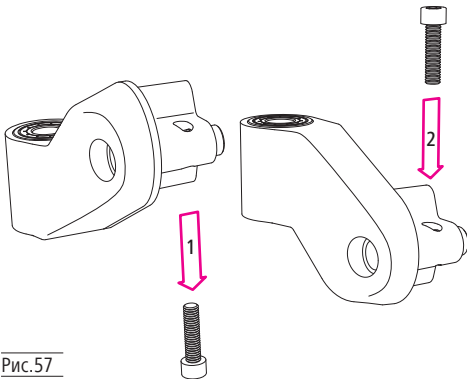
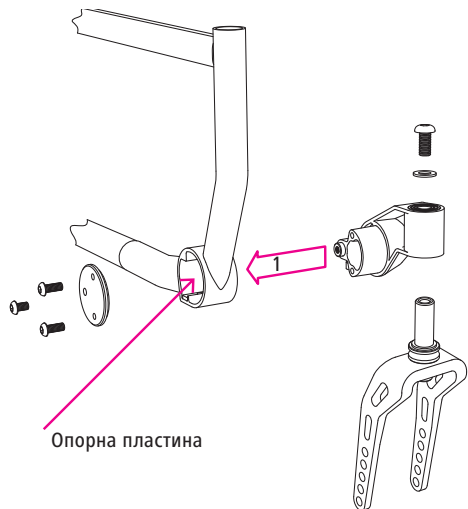

Рис.57
Рис.58
4. Тепер повністю викрутіть гвинт регулювання кута (1, рис. 58) і вставте його в протилежному напрямку (2, рис. 57).
5. Ви можете вставити тримач поворотного колеса на протилежну сторону інвалідного візка (1, рис. 58).